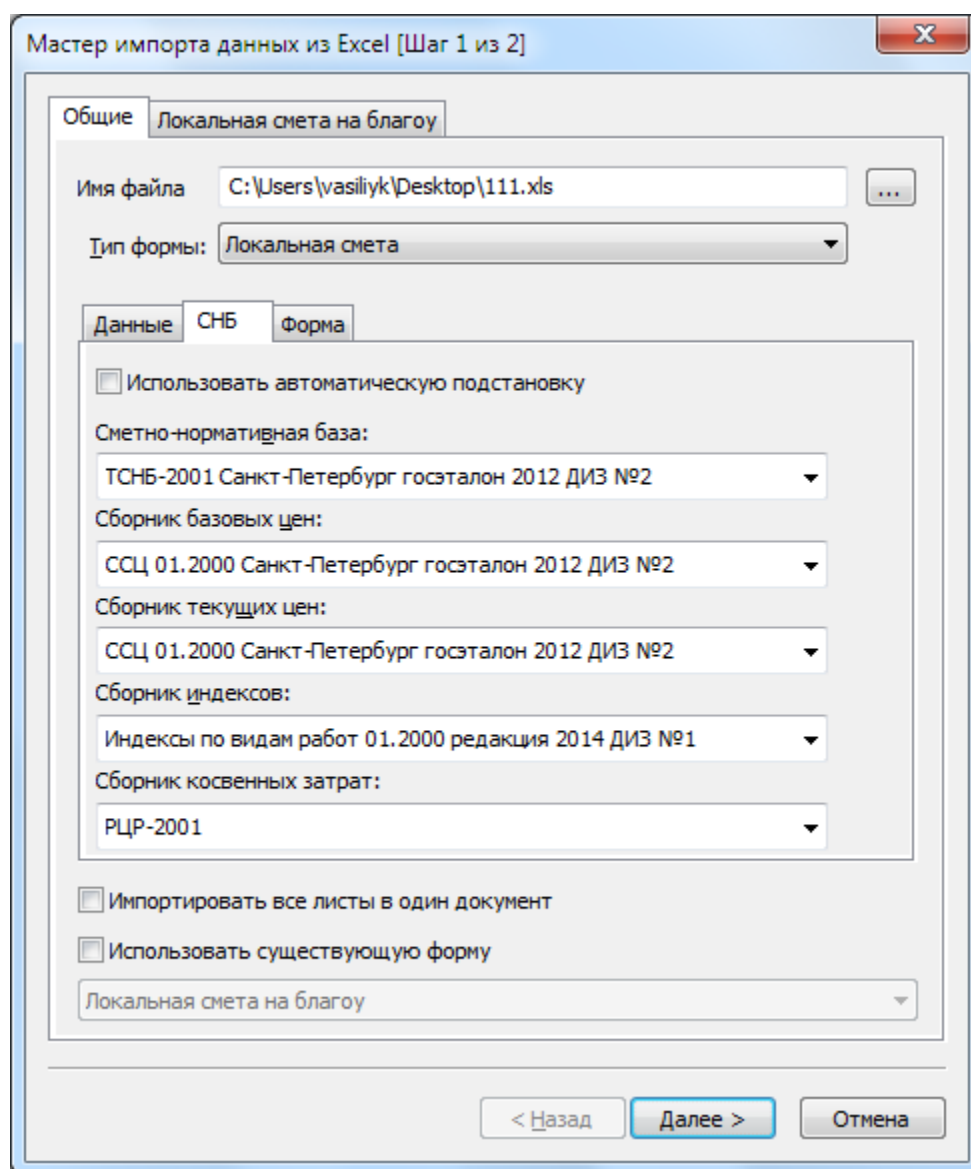

Рис. 7.4 Диалоговое окно Мастер импорта из Excel (шаг 1), вкладка СНБ
- Вкладка **СНБ** (рис. 7.4) предназначена для выбора нормативных баз, которые будут привязаны к форме, и из которых по шифру будет производиться загрузка позиций.